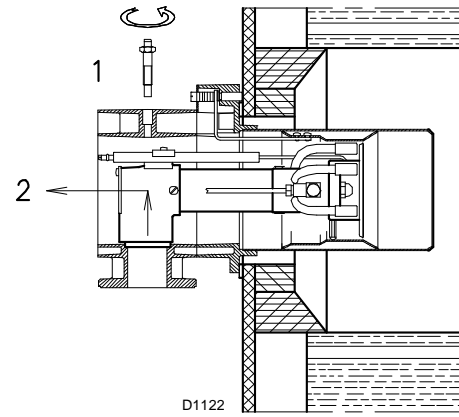

Fig. 13
- Retire el tornillo 1)(Fig. 13) y extraiga la parte interna 2);